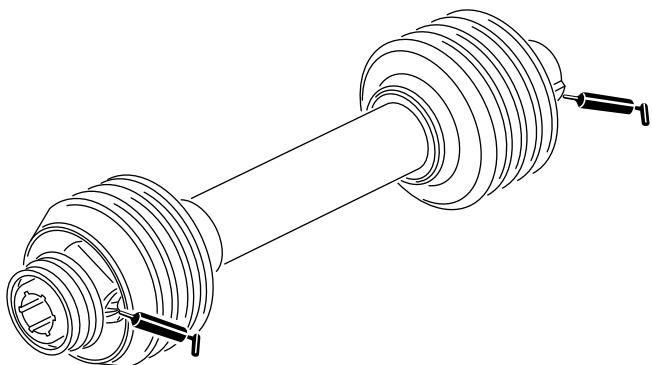

Figura 11
2. Engrase los engrasadores de los cojinetes del eje del ventilador según se muestra en Figura 11 con grasa de litio N° 2.
Engrase los 2 engrasadores del árbol de transmisión de la manera ilustrada en Figura 11 con grasa de litio N° 2.